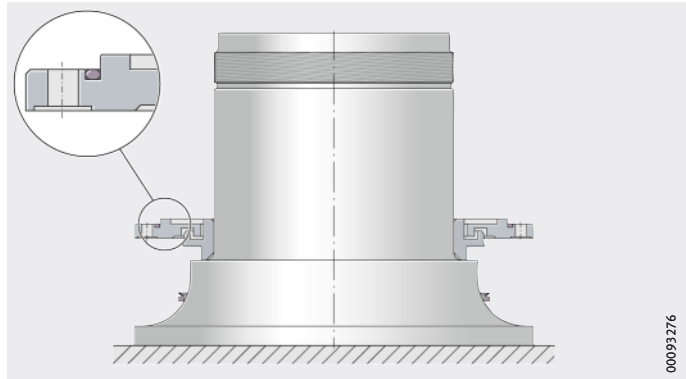

Bild 10
- ▶ Den rotorseitigen O-Ring befeuchten und in die Nut des rotorseitigen Gehäusedeckels einlegen, *Bild 10*.
- ▶ Den rotorseitigen Gehäusedeckel (mit dem eingelegten O-Ring) auf die Welle schieben und auf dem Labyrinthring ablegen, *Bild 10*.